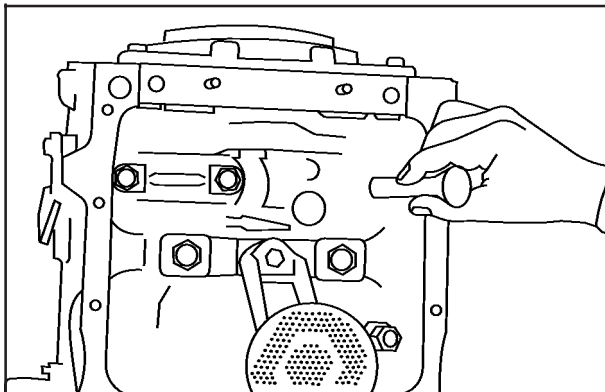

FIG 5
12. Remova os tuchos **Fig. 5.**